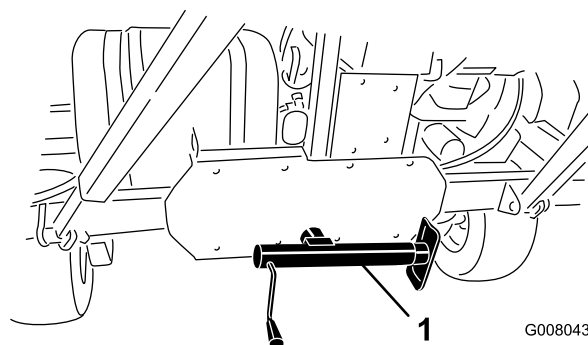

Figure 17
4. Abaissez le cric au sol pour stabiliser la machine (Figure 17).